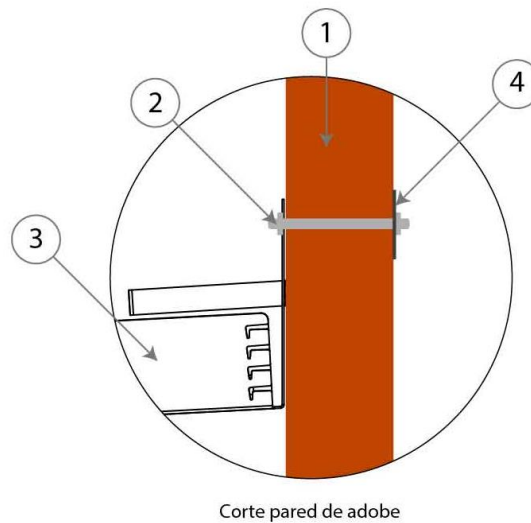

Imagen 8 – gráfico corte de pared
- **Pared de adobe:** se han modificado las medidas de los agujeros de 6 mm a 8 mm para permitir la sujeción mediante varillas roscadas pasantes por la pared de adobe y sujeta del lado exterior por una chapa galvanizada, tuerca y arandela (ver imagen 8). Se recomienda que la varilla sea 5/16" aunque también se admite varillas de 1/4" según crea necesario el instalador. Dada